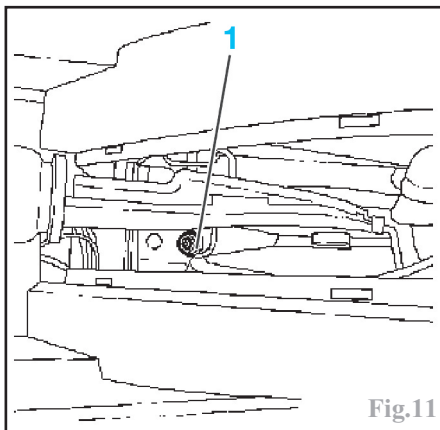

Fig.11
Tourner l'écrou de réglage (1) jusqu'à ce que les roues arrière deviennent difficile à tourner à la main (Fig.11).